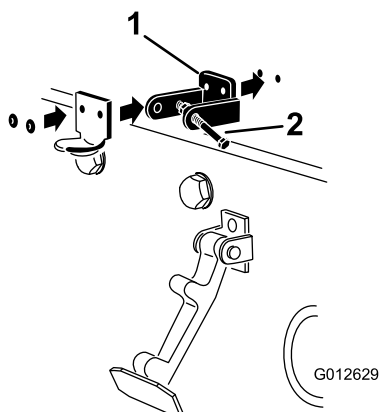

Figura 6
4. Ao alinhar os furos de montagem, posicione o suporte do trinco e o suporte do trinco do capot no capot (Figura 6).
6. Aplique rebites nos suportes e nas anilhas ao capot (Figura 6).